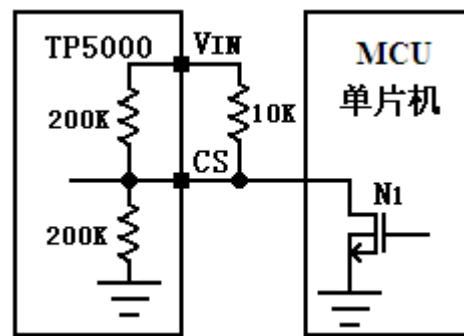

图 4 受外部控制的 4.2V 锂离子电池充电状态与停机状态的切换
4.2V 锂离子电池充电状态与停机模式的切换。如图 4 所示，通过一个开漏输出端口与 **CS** 端连接，如果 NMOS 管栅极输入低电平，N1 截止，此时 **CS** 端接高电平，则充电截止电压为 4.2V，TP5000 为锂离子电池充电。当 NMOS 管栅极输入高电平，N1 导通，此时 **CS** 端被下拉到 **GND**，TP5000 为停机模式。